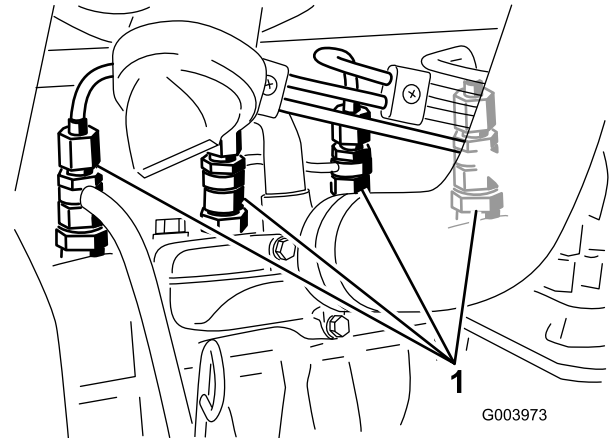

Bild 57
1. Lockern Sie den Leitungsanschluss an der ersten Düse und Halterung (**Bild 57**).